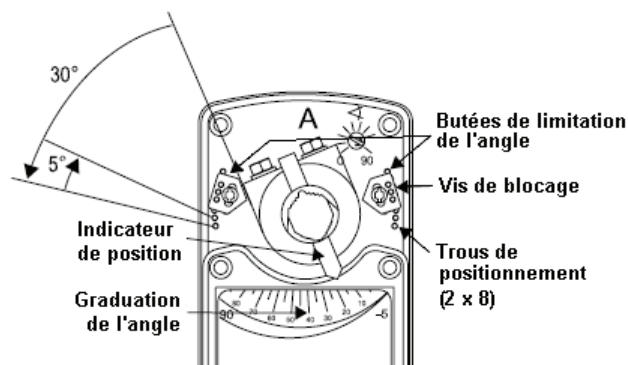

Figure 11 : Placement des butées
La course des servomoteurs M9220 peut être limitée mécaniquement en utilisant un jeu de butées M9220-603, à commander séparément. L'angle peut ainsi être réduit de deux fois 30°, de 5 à 30° d'un côté et de 85 à 60° de l'autre, par incréments de 5° (voir Figure 11). Par défaut, en l'absence de butée, l'angle de rotation est de 90°.
1. Placez la butée de limitation d'angle au cran souhaité (voir Figure 11).